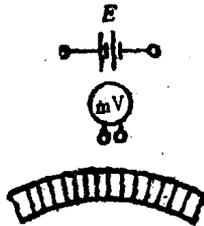

图 1
5. 怎样用低压直流电源和直流毫伏表来检查直流电机单叠电枢绕组的短路故障或断路（或开焊）故障？利用图 1 来说明。
6. 怎样用低压直流电源和直流毫伏表来检查直流电机单波电枢绕组的短路故障或断路（或开焊）故障？利用上题图 1 来说明。